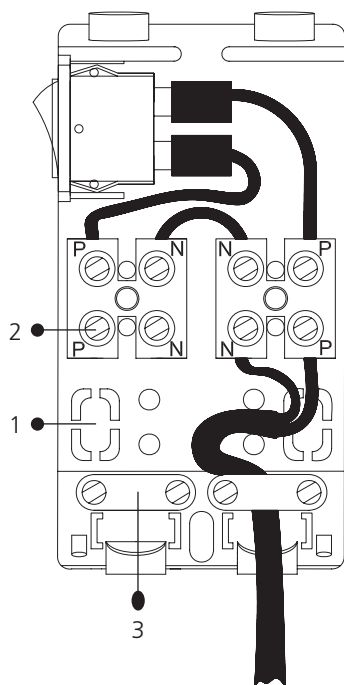

Fig. 4
2. Raccordement électrique au moyen du cordon électrique: Fixer le cordon électrique dans la borne (2) et coincer le cordon électrique à l'aide d'un collier de serrage (voir fig. 4).
Raccordement électrique au moyen d'un raccordement sous-crépi: Ouvrir la base à l'endroit prédéterminé (1) et raccorder les fils de raccordement (230/240V) à la borne (2) (voir fig. 4).